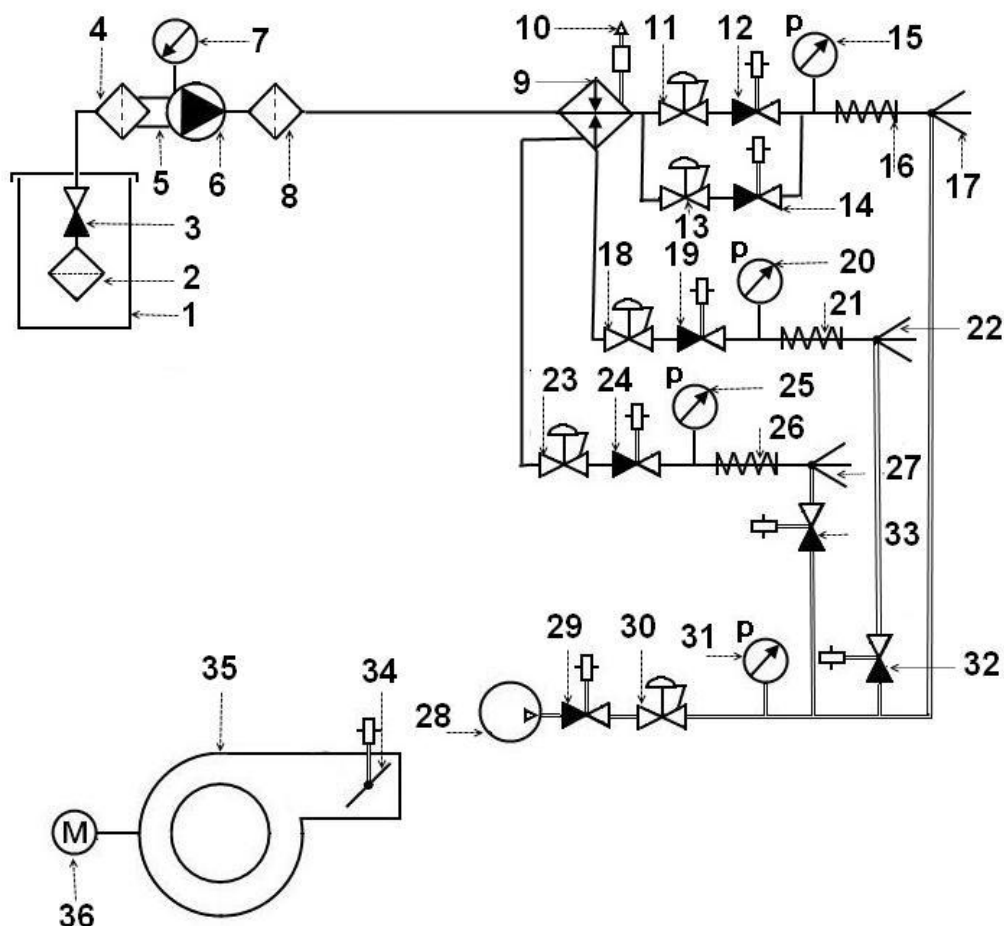

Рис.3 Функциональная схема горелок AL-120V .
***Для горелки AL-120V (трех форсуночной). Рис. 3***
Подача топлива осуществляется (см.рис.3) из расходного бака (поз.1) по топливной линии через сетчатый фильтр (поз. 2), обратный клапан (поз.3), самоочищающийся фильтр с подогревом (поз.4) на всас топливного насоса (поз.6), излишки топлива по топливопроводам циркуляции (поз.5) возвращаются в топливный фильтр (поз.4), далее топливо поступает в топливный насос (поз.6) фильтр тонкой очистки (поз.8), подогреватель топлива (поз.9). Затем открывается электромагнитный клапан ступени розжига 1 (поз.12) и топливо поступает через регулятор давления топлива ступени розжига 1 (поз. 11) и подогреваемый трубопровод (поз.16) на форсунку (поз.17). Разрежение на всасе насоса контролируется вакууметром (поз. 7). Давление топлива на форсунку контролируется с помощью манометра (поз.15)
Через 10 секунд после открытия топливного клапана ступени розжига 2 подается электрический сигнал на открытие воздушной заслонки в положение первая ступень (Рис.12 поз.2). Электропривод начинает поворачивать заслонку увеличивая поток «вторичного» воздуха. В промежуточном положении воздушной заслонки кулачковый механизм подает сигнал на открытие электромагнитного клапана первой ступени (Рис.3 поз.24) и через регулятор давления топлива (Рис.3 поз. 23) топливо поступает на форсунку первой ступени (поз.17) обеспечивая работу горелки на 2/3 мощности.
Через 15 секунд после открытия топливного клапана первой ступени подается электрический сигнал на открытие воздушной заслонки в положение вторая ступень (Рис12 поз.3) красный кулачек. Электропривод начинает поворачивать заслонку увеличивая поток «вторичного» воздуха. В промежуточном положении воздушной заслонки кулачковый механизм (черный кулачек) (Рис.12 поз.4) подает сигнал на открытие электромагнитного клапана второй ступени (Рис.3 поз.24) и через регулятор давления топлива ( Рис. 3 поз. 23) , топливо поступает на форсунку (Рис.3 поз. 22) обеспечивая работу горелки на полную мощность. Воздушная заслонка останавливается в положение вторая ступень (красный кулачек) (Рис.12 Поз.3)
Через 10 секунд после открытия топливного клапана ступени розжига 2 подается электрический сигнал на открытие воздушной заслонки в положение первая ступень (Рис.12 поз.2). Электропривод начинает поворачивать заслонку, увеличивая поток «вторичного» воздуха. В промежуточном положении воздушной заслонки кулачковый механизм подает сигнал на открытие электромагнитного клапана первой ступени (Рис.3 поз.24) и через регулятор давления топлива (Рис.3 поз. 23) топливо поступает на форсунку первой ступени (поз.17) обеспечивая работу горелки на 1/2 мощности.